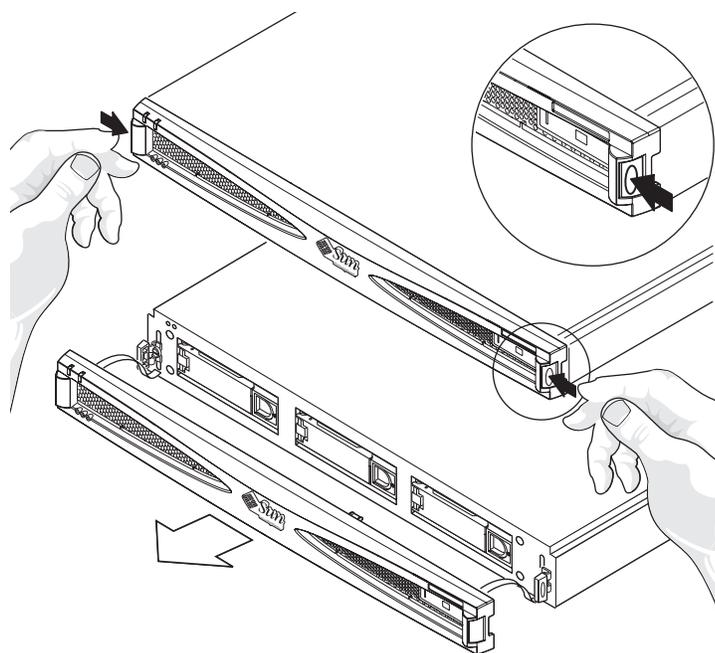

图 4-1 拆下前面板
- 放开前面板，方法是按前面板两端的卡片，然后将面板拉离存储群组（请参见图 4-1）。该面板用绳索固定在系统上，因此，在拆卸硬盘驱动器时，前面板将挂在机箱前面。有关将绳索与机箱断开的信息，请参见第 69 页上的“解开前面板并清洁面板滤网”。
3. 放开前面板，方法是按两端的卡片，然后将面板拉离存储群组（图 4-1）。